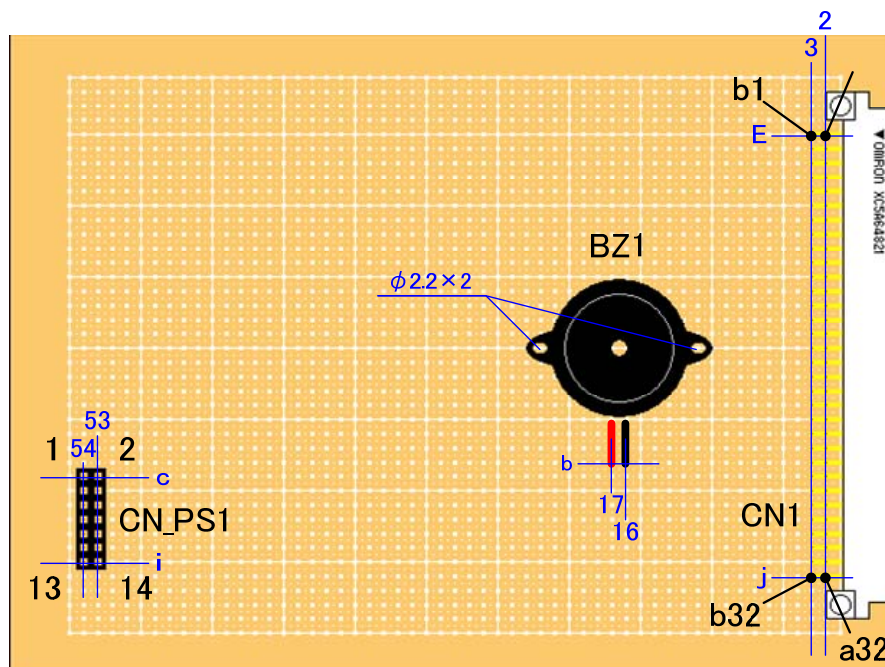

図 4.3 コネクタ等の位置
(3) 部品の取り付け位置
- コネクタ，ソケットおよびブザーの位置は，表 4.2 に示す場所に配置してください．図 4.3 に基板上での配置を示します．